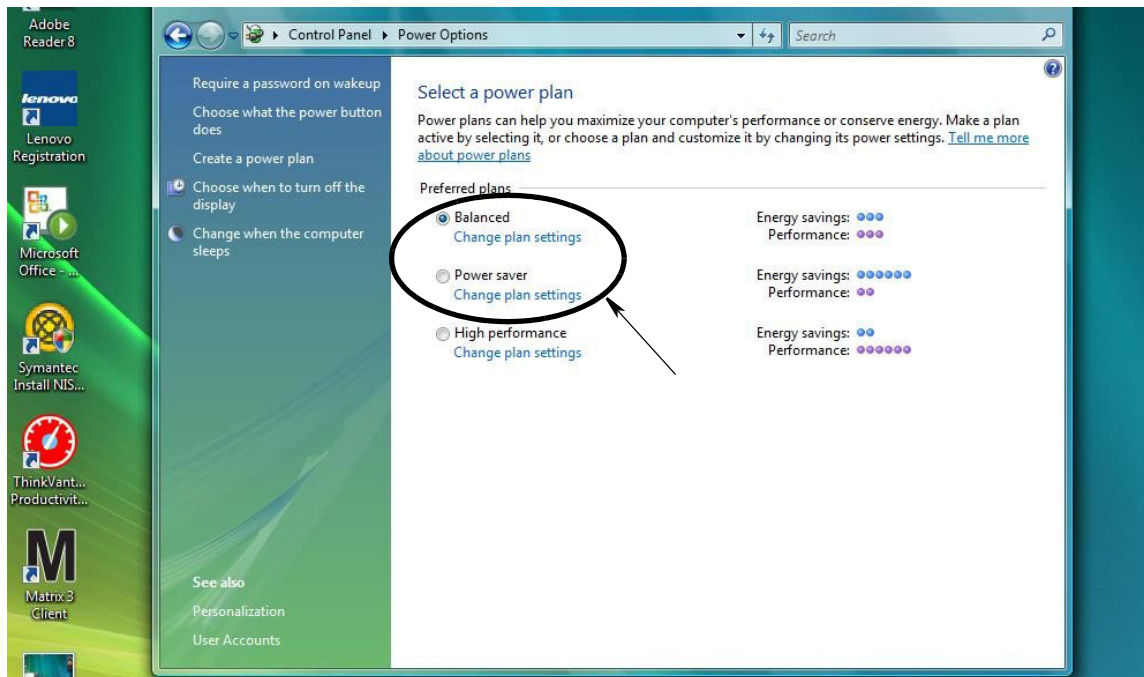

FIG. 34
3. Selecteer het beheerschema “Gebalanceerd” of “Energiebesparing” en klik op de koppeling De schema-instellingen wijzigen om de slaapstandopties weer te geven (FIG. 34).